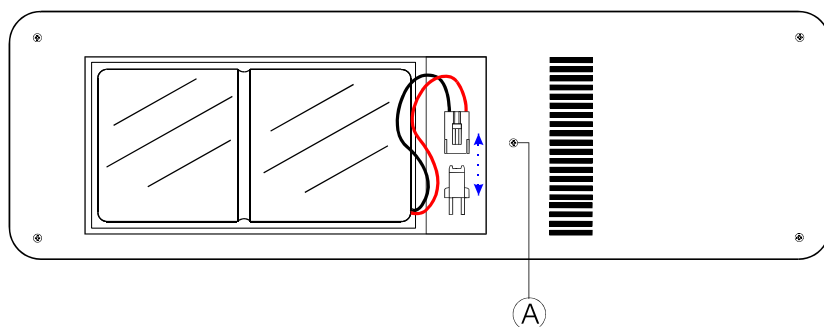

Рис. 50. Відділ батареї.
- ✓ Відділ батареї розташований за задньою панеллю приладу. Викрутіть гвинт (А), витягніть гвинт та шайбу, зніміть кришку, як показано на рис. 50 (на рисунку показано вигляд відділення для батареї після того, як кришка була знята).